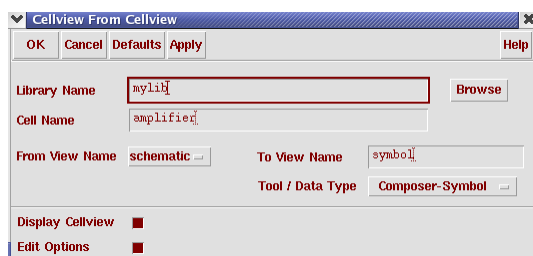

图 3.2 Cellview From Cellview 窗口
- ① 在 amplifier schematic 窗口中，依次选择：design→create cellview→From cellview，打开 Cellview From Cellview 窗口，如图 3.2 所示。